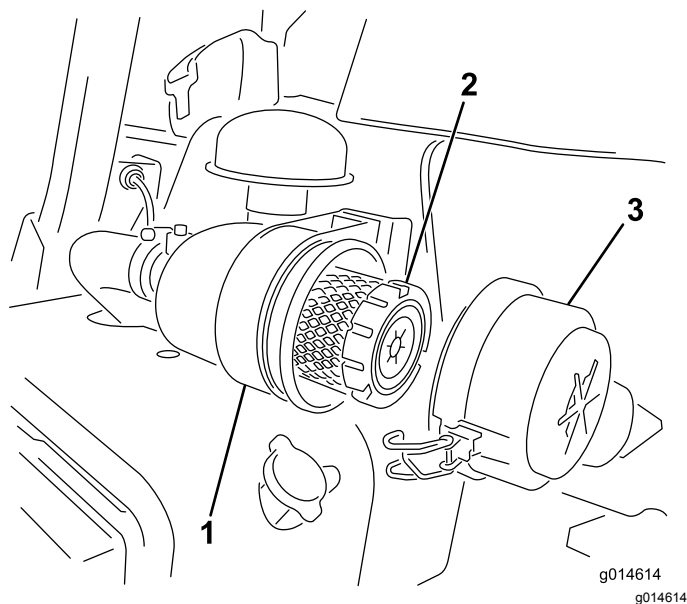

Figura 41
1. Liberte os trincos que fixam a cobertura do filtro de ar ao respetivo corpo (Figura 41).
6. Prenda os trincos (Figura 41).